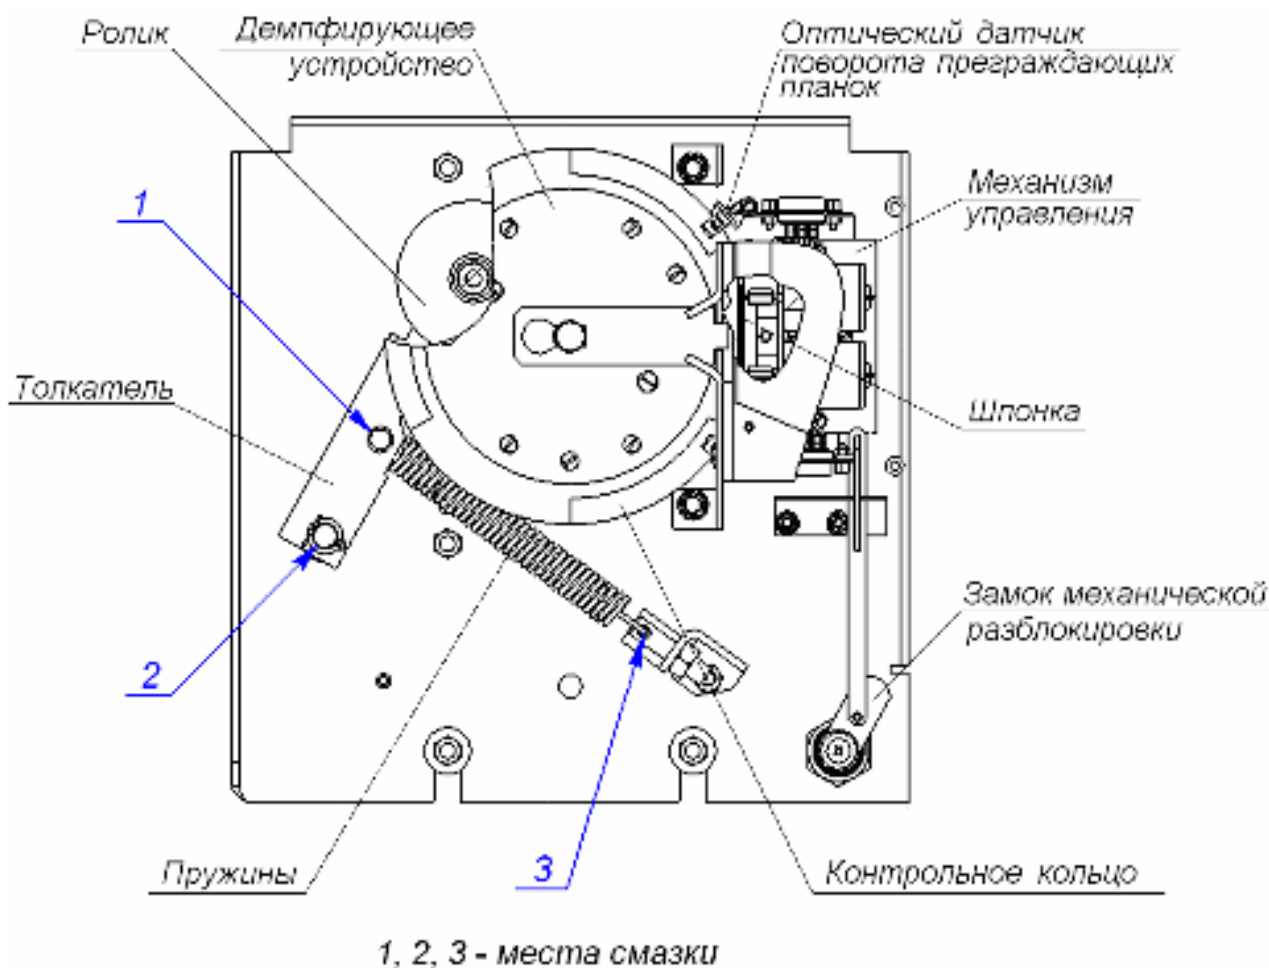

Рисунок 15. Расположение внутренних деталей и узлов стойки турникета (места смазки указаны цифрами 1- 3)
1. Снимите с турникета крышку со световым табло (2). Порядок снятия крышки описан в разделе 6 «Маркировка и упаковка».
2. Проведите визуальный осмотр устройства доворота (толкателя, пружин и ролика), оптических датчиков поворота преграждающих планок и демпфирующего устройства (см. рисунок 15).
4. Выполните смазку узлов трения устройства доворота смазкой ШРУС-4. Не допускайте попадания смазки на поверхность кольца контрольного и на ролик. Смазку производите в следующих точках (см. рисунок 15):
- механизм секретности замка механической разблокировки (15) через замочную скважину;
6. Подключите разъем кабеля платы индикации к разъему механизма управления и установите на место крышку со световым табло (2) в порядке, обратном снятию. Правильная установка крышки со световым табло (2) не требует применения больших физических усилий.
7. Проверьте надежность крепления преграждающих планок (5) и при необходимости подтяните болты (6) для крепления преграждающих планок. Для этого:
- снимите крышку на планшайбе (3), закрывающую доступ к болтам (6) для крепления преграждающих планок (5), отвернув винт крепления крышки;
- подтяните болты (6) для крепления преграждающих планок (5);
- установите крышку на планшайбу (3), закрепив ее винтом.
8. Проверьте надежность крепления стойки турникета к полу и, при необходимости, подтяните болты анкеров (12). Для этого: